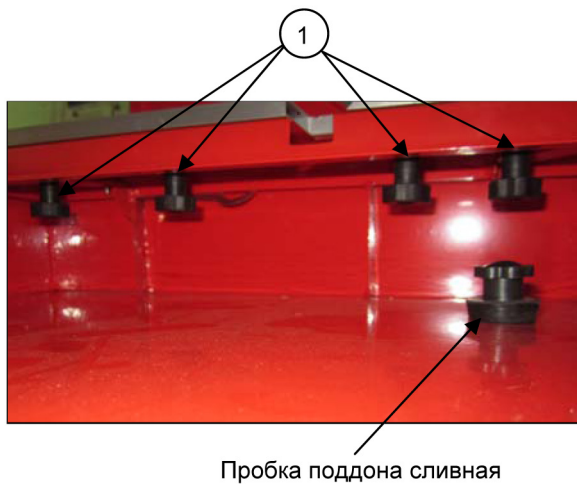

Рис. 11
1. Установите регулируемый упор с транспортиром (1) напротив деления на упорной линейке (4) (например 7 см) и зафиксируйте его винтом (3). Угол транспортира установите в положение 0° .
2. Ослабьте винты фиксации (поз. 1, Рис. 11) левой части упорной линейки, расположенные со стороны поддона для воды и отрегулируйте расстояние от края упора транспортира до режущей кромки алмазного диска равное 7 см.
3. Перемещая упорную линейку (4) по направляющей отрегулируйте расстояние от края упора транспортира (1) до режущей кромки алмазного диска равное 7 см.
12. Периодически меняйте воду в поддоне, так как грязная вода может засорить насос и вывести его из строя. Для слива воды из поддона снимите узкую столешницу рабочего стола и вытащите сливную пробку поддона (Рис. 11).